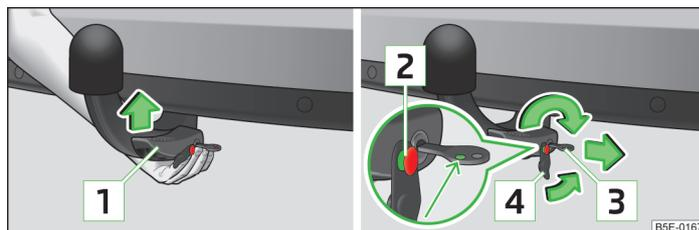

Fig. 139 Inserire la testa sferica/Bloccare la serratura e ripristinare il cappuccio di chiusura
- Afferrare la testa sferica **dal basso** » fig. 139 e inserirla nel pozzetto di alloggiamento sino a quando emetterà un clic udibile. »